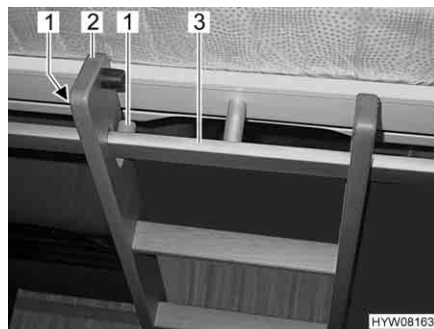

Fig. 81 Scaletta di accesso, agganciata
- Agganciare la scaletta di accesso (Fig. 81,2) con le due staffe nella barra di presa (Fig. 81,3) al letto basculante. Durante l'agganciamento fare attenzione che il longherone della scala venga posizionato tra i due dispositivi di fissaggio (Fig. 81,1). Questo serve a impedire che la scaletta di accesso scivoli di lato.
- Staccare la scaletta di accesso (Fig. 81,2) dalla barra di presa (Fig. 81,3) nel letto basculante.